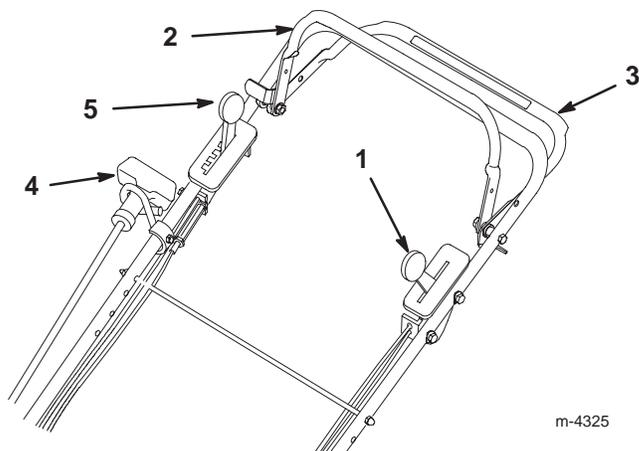

Figure 10
La commande d'accélérateur, le levier de changement de vitesses, la barre de commande de lame et la poignée du lanceur se trouvent sur la partie supérieure du mancheron (Fig. 10).
2. Réglez la commande d'accélérateur sur  (*Starter*) (Fig. 10).
Serrez la barre de commande de transmission contre le mancheron pour conduire (Fig. 10). La vitesse de déplacement varie selon l'écartement entre la barre de commande et le mancheron.